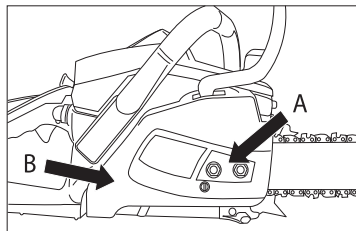

Рис. 5
3. Открутите две гайки (А), крепящие шину и кожух цепи. Снимите защитный кожух вместе с щитком тормоза цепи (В) (рис. 5).